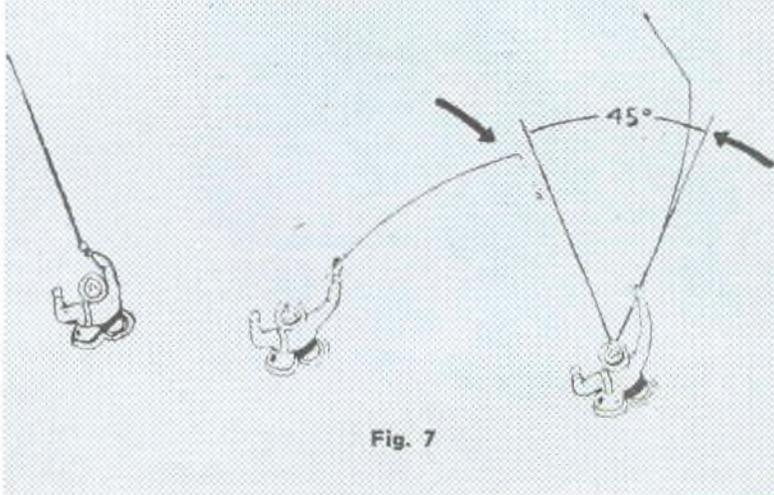

Fig. 7
- e) Per effettuare il lancio, puntate la canna sul bersaglio (fig. 7 a sinistra), indi portatela all'indietro con un lieve movimento (fig. 7 centrale). Rilasciate l'esca a circa 45° dalla linea che partendo dall'occhio raggiunge il bersaglio (fig. 7 a destra);